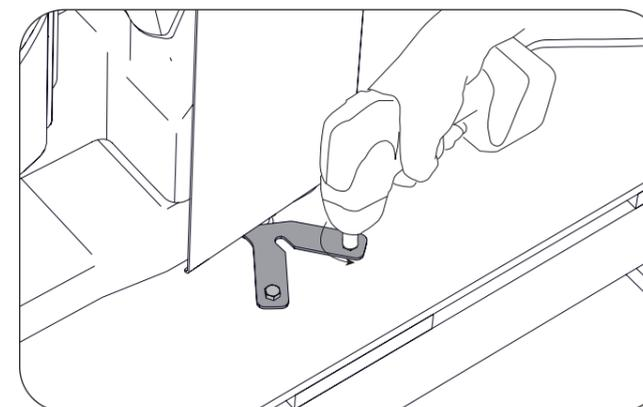

Figure 4. Retirer les supports d'expédition
4. Relevez les 2 à 4 supports d'expédition en acier fixant la table à la palette (Figure 4). Les supports s'accrochent aux niveleurs de table pour maintenir la table solidement sur la palette. Relevez les deux boulons de chaque support à l'aide d'une clé de 7/16" douille ou clé. Veillez à ne pas rayer l'appareil lorsque vous utilisez le tournevis ou tournez la clé. Relevez les supports des niveleurs Quand les boulons retirés.